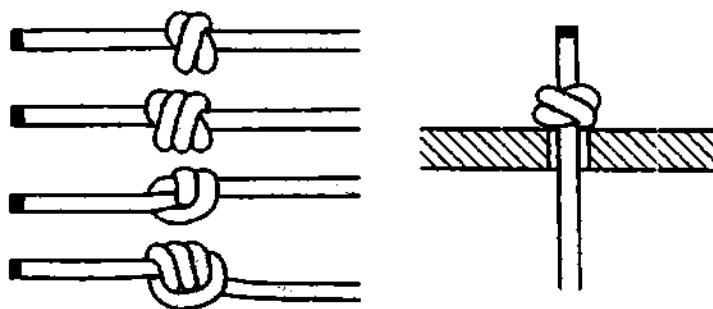

Рис. 73. Кровавые узлы.
*Кровавый узел* – это *простой узел* с дополнительными шлагами. Таких шлагов может быть от двух и более, в среднем до 9. Если число шлагов два, то *кровавый узел* называется *двойным простым узлом*, если три – *тройным простым узлом* и т. д. (рис. 73). *Кровавый узел* очень сильно затягивается и трудно развязывается, особенно на мокрых верёвках, поэтому его обычно не развязывают.